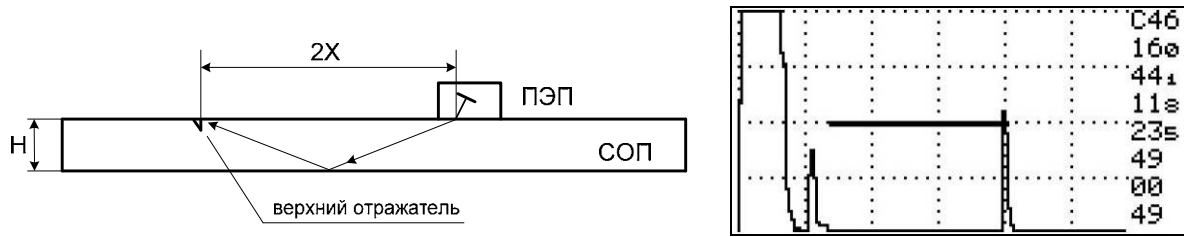

Рисунок 80 – Установка длительность строба.
6.3.1.7 Перемещая ПЭП по образцу на расстоянии  $2X$ , увеличивая чувствительность, найти максимум первого эхо-сигнала от верхнего отражателя однократно отражённым лучом и довести его уровень до середины экрана (см. рисунок 80). Значение усиления в примере – 46дБ.
6.3.1.8 Длительность строга установить по заднему фронту эхо-сигнала (см. рисунок 80).